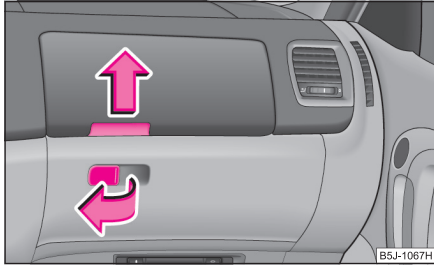

Abb. 3 Schalttafel: Ablagefächer auf der Beifahrerseite
- Ziehen Sie den Griff in der Klappe in Pfeilrichtung ⇒ Abb. 3 und klappen Sie diese auf.